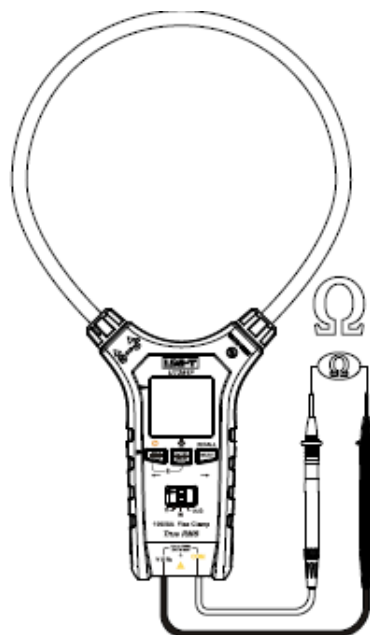

Abbildung 5
3. Widerstandsmessung (Abbildung 5)